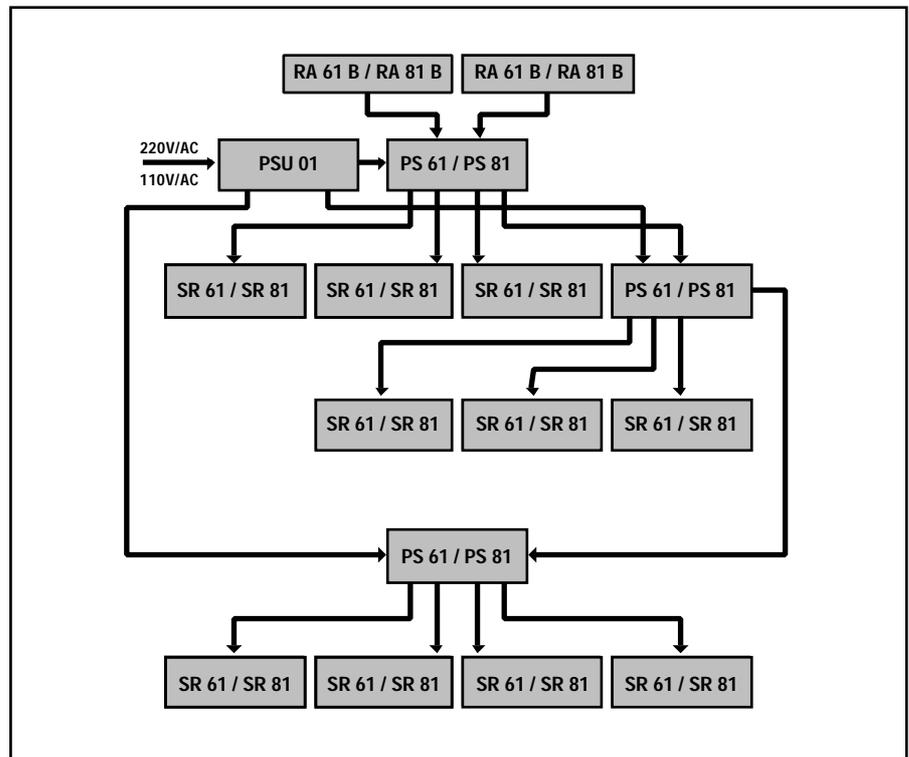

Abb. 8: Verkabelung einer 10-Kanal-Anlage
**3.4.2 Anlagen mit mehr als 4 Kanälen** Mit zwei Power-Splittern können Sie 5 bis 7, mit drei Power-Splittern 7 bis 10 Empfangskanäle betreiben. Verbinden Sie die Ausgänge 4A und 4B des ersten Power-Splitters mit den ANTENNA- Buchsen A und B des nächsten Power-Splitters. Bei derartigen Anlagen ist die Stromversorgung über die Netzadapter der Empfänger zwar problemlos möglich, wir empfehlen jedoch die optionale Stromversorgung PSU 01. Verkabelung siehe Kapitel 3.3.1 und Abb. 8: